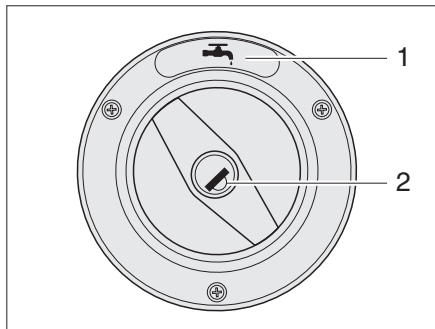
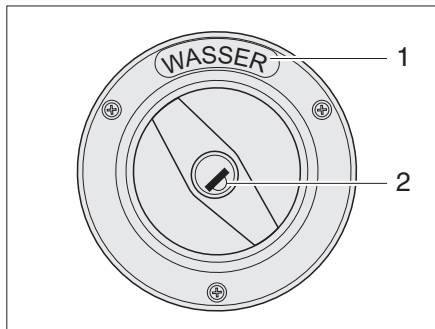

Bild 15 Verschlussdeckel für Frischwasser-Einfüllstutzen (Variante 1)
Bild 16 Verschlussdeckel für Frischwasser-Einfüllstutzen (Variante 2)
Der Frischwasser-Einfüllstutzen ist durch das Symbol  (Bild 15,1) oder den Schriftzug „WASSER“ (Bild 16,1) gekennzeichnet.
- ▶ Schlüssel in Schließzylinder (Bild 15,2 oder Bild 16,2) stecken und entgegen dem Uhrzeigersinn drehen.